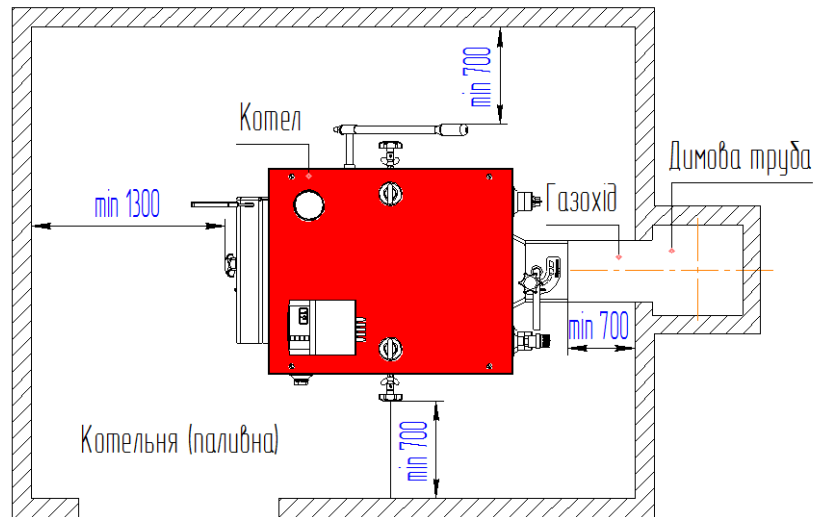

Рис.3 Схема установки котла в котельной (топливной)
6.1.2 Котел поставляется в собранном виде и не нуждается в специальном фундаменте, однако необходимо установить его на ровную горизонтальную поверхность из негорючих материалов. Во время установки котла необходимо обеспечить доступ к нему таким образом, чтобы стены котельной (топливной) не мешали загрузке топлива, чистке топки котла, а также доступа к вентилятору (см.Рис.3).